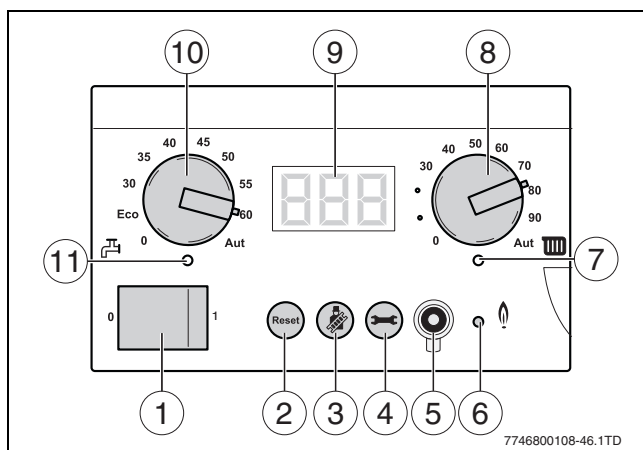

Fig. 6 Pannello di comando
- Premere il pulsante aperto/chiuso in posizione «1» (→ fig. 6, [1]).